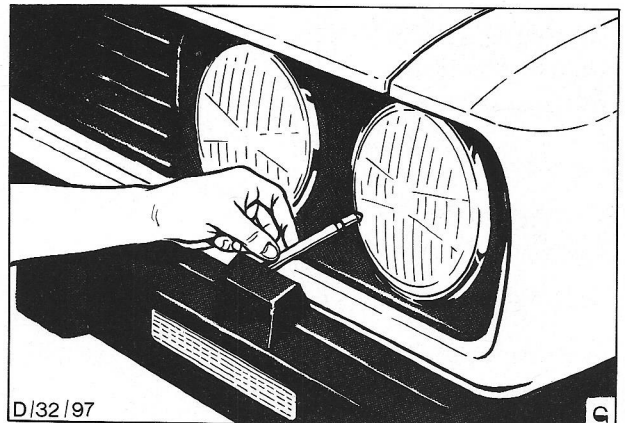

Fig. 49. Plaats het speciale gereedschap zodanig dat de punt in aanraking komt met het merkteken op de lens
- (c) Steek het gereedschap 32-002 in de uitsparingen op de rand van de sproeier. Stel de sproeier bij door het gereedschap zodanig te bewegen dat de punt van het gereedschap in aanraking komt met het merkteken op de lens van de koplamp. Zie Fig.49. Verwijder de merkteken van de lens. Herhaal bovenstaande werkzaamheden voor de overige sproeiers.